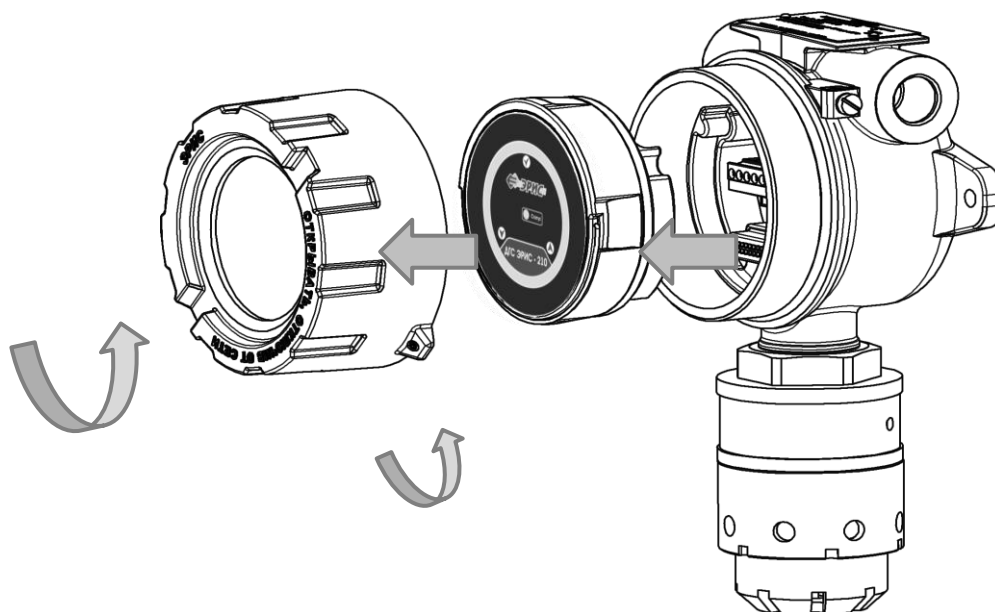

Рисунок 15 – Схема разбора ДГС ЭРИС-210
- Открутить стопорный винт в крышке газоанализатора (рис.15).